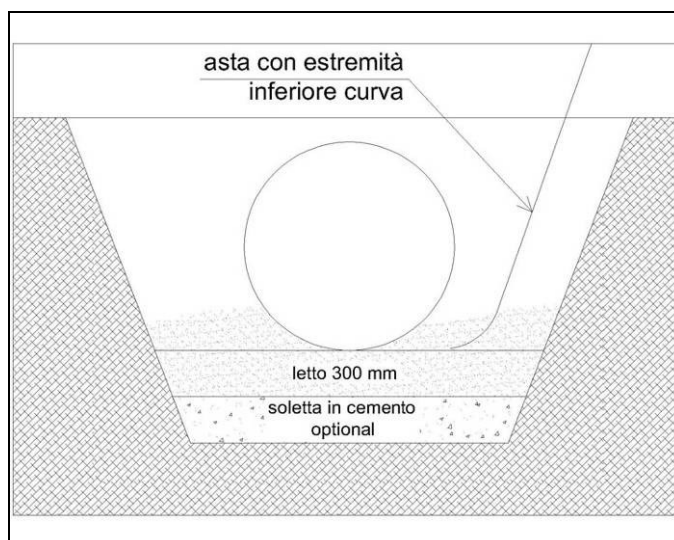

Figura 13 Eliminazione vuoti con asta curva
- Utilizzare un'asta sufficientemente lunga per arrivare al disotto del manufatto. Nel caso di pareti dello scavo semi-perpendicolari, è importante che l'asta abbia l'estremità inferiore curva (vedere Figura 13).
- Ripartire e compattare (eliminando i vuoti) tutto il materiale di riempimento tra le ore 5 e le ore 7 (riferimento angolare) come in Figura 13, per tutta la lunghezza del manufatto ed anche intorno alle due calotte (estremità).